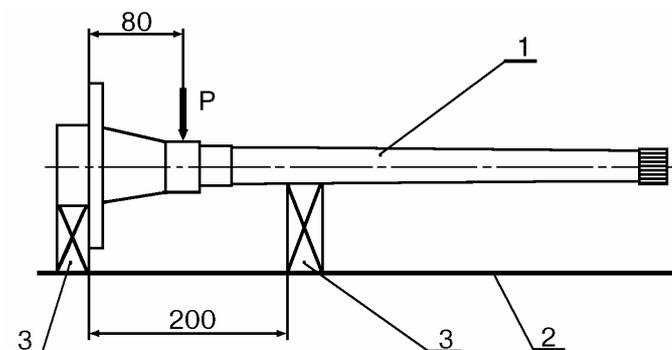

Рис.9. Правка полуоси:
- установить полуось на стол прессы, как показано на рис.9, и произвести правку с периодическим контролем биения, биение полуоси должно быть не более 0,08 мм (пресс гидравлический типа 2135-ИМ ГАРО, прибор ПБ-1400, штатив ШМ-ПВ-8 ГОСТ 10197, индикатор ИЧ-10 ГОСТ 577).